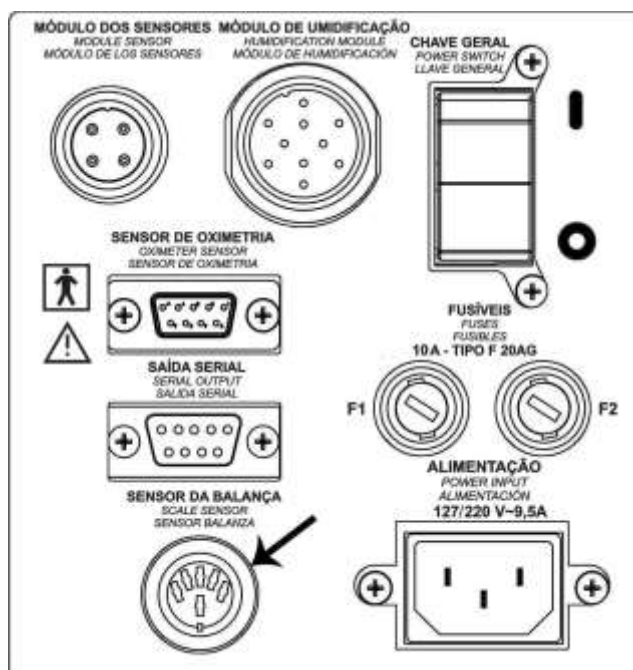

Figura 90 – Painel lateral
2. Conecte o cabo da bandeja da balança no módulo de controle na lateral direita da incubadora e ligue a chave geral, conforme figura 90.